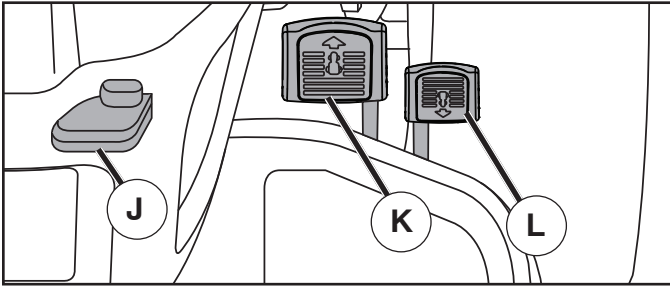

Fig. 7
MOVERSE HACIA ADELANTE Y HACIA ATRÁS (Vea Fig. 7)
UTILIZAR EL MANDO CRUCERO (J) (Vea Fig. 7)